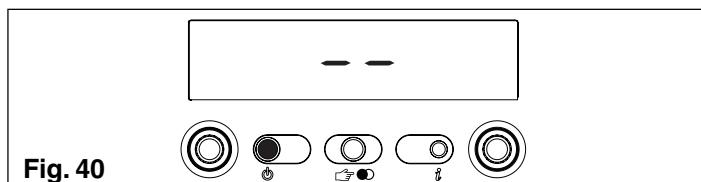

Fig. 40
**⚠** Parametrene skal indstilles når kedlen er i OFF-position. Dette gøres ved at trykke på (⌚) indtil displayet viser - - (fig. 40).
Kedlen genstartes ved tryk på (⌚) (fig. 40).